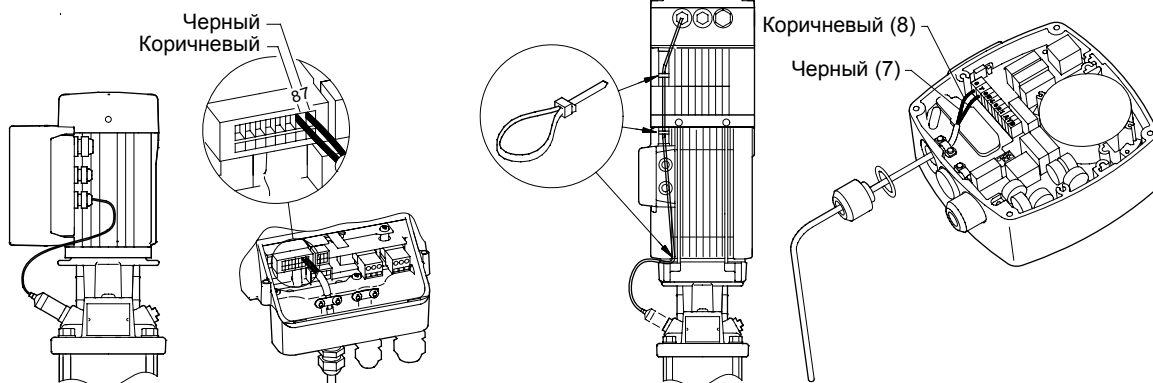

Рис. 1
1. Отключите датчик давления (если имеется) от распределительной коробки двигателя. См. рис. 1.
7. Подключите датчик давления (если имеется) к распределительной коробке двигателя. См. рис. 1
13. Подключите датчик давления (если имеется) к распределительной коробке двигателя. См. рис. 1.